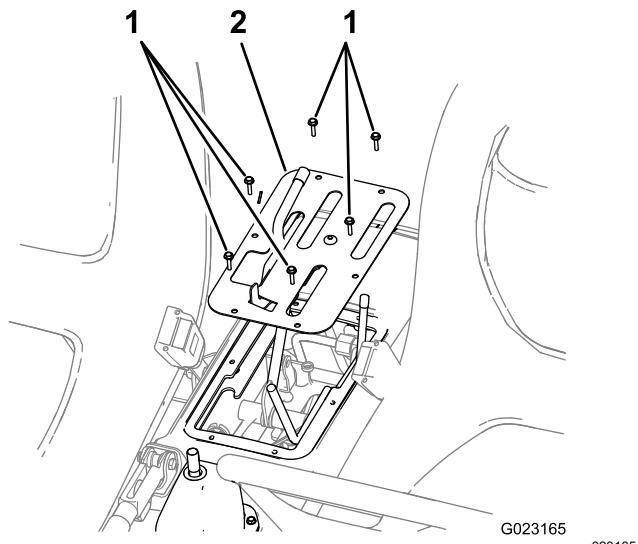

Рисунок 3
3. Отверните 6 винтов, которые крепят наружный край плоской крышки центральной консоли к шасси, и снимите плоскую крышку (Рисунок 3).